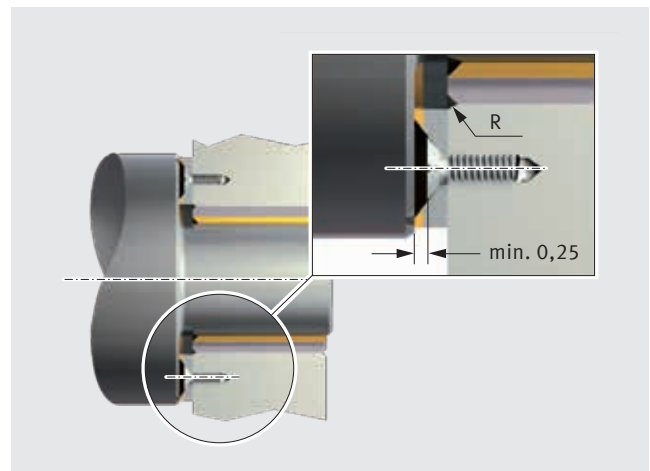

Abb. 43: Befestigen einer Anlaufscheibe PAW ohne Ausnehmung im Gehäuse
- mit mehreren Passstiften oder Schrauben sichern (Abb. 43).